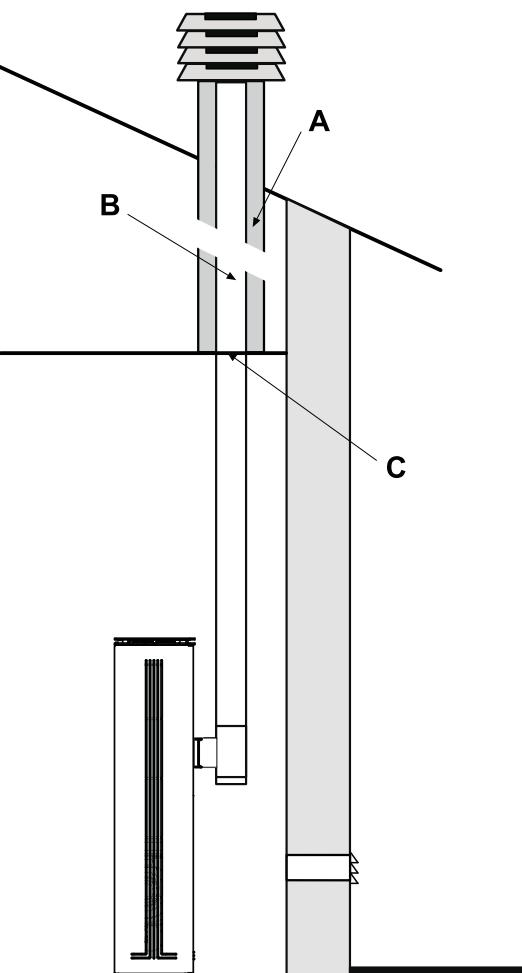

Fig. 5.5.5
**- In caso di canna fumaria di sezione maggiore è necessario "intubare" la canna fumaria con una tubazione in acciaio (con diametro in funzione del percorso) opportunamente isolata (Fig. 5.5.5).**
- **If the flue section is bigger it must be ducted** using an adequately insulated steel pipe (the diameter depends on the length of the path) (Fig. 5.5.5).
- **Bei einem Rauchfang mit größeren Innenmaßen muss** ein dementsprechend isoliertes Stahlrohr (mit Durchmesser je nach Strecke) eingeführt werden (Abb. 5.5.5).